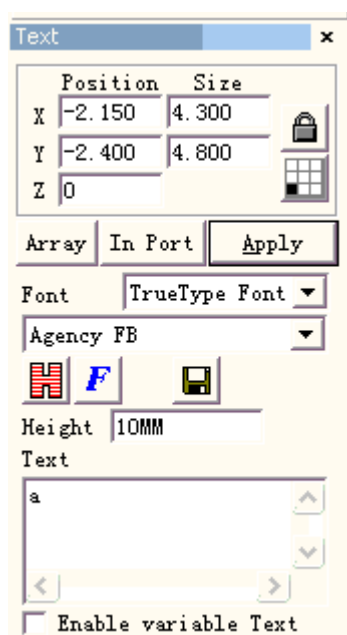

Рис.8-5-1. Ввод буквы «а».
**1 этап:** начертите букву «а» в рабочем пространстве. Установите значение 0 по координате Z и нажмите кнопку «Применить». Нажмите кнопку «**put to origin**» (поместить в исходное положение) на панели инструментов, чтобы поместить букву «а» в центре рабочего пространства, как показано на Рис. 8-5-1: